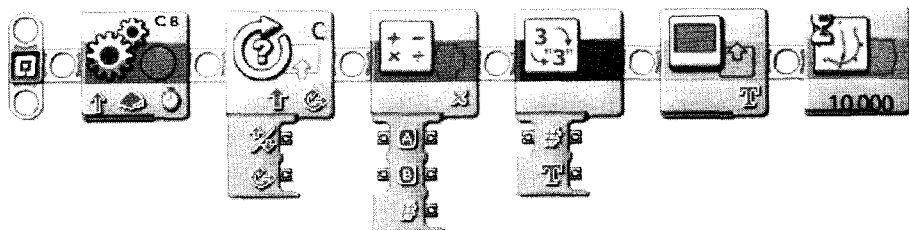

Рис. 50. Незаконченная программа «Тахометр»
16. У вас получился алгоритм, изображенный на рис. 50.